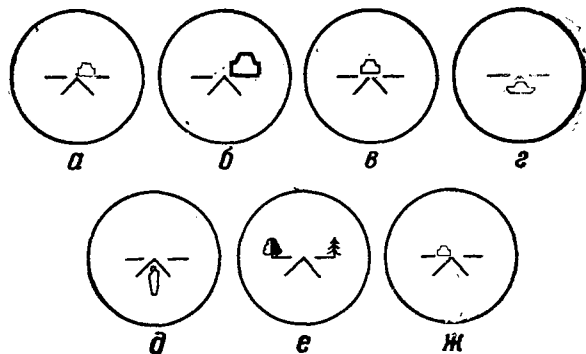

Рис. 78. Определение дальности с помощью прицела ночного видения
1. Средний танк шириной 3,6 м помещается между вершиной угольника и началом штриха (12 тысячных) (рис. 78, а).
2. Средний танк шириной 3,6 м помещается между вершиной угольника и концом штриха (47 тысячных) (рис. 78, б).
3. Средний танк шириной 3,6 м помещается между началами штрихов (24 тысячных) (рис. 78, в).
4. Средний танк длиной 7,5 м помещается в основании угольника (33 тысячных) (рис. 78, г).
5. Бегущая фигура высотой 1,5 м помещается между вершиной и основанием угольника (16 тысячных) (рис. 78, д).
6. Расстояние между двумя предметами, равное 50 м, укладывается между концами штрихов (94 тысячных) (рис. 78, е).
7. Средний танк шириной 3,6 м помещается в половине расстояния между вершиной угольника и началом штриха (6 тысячных) (рис. 78, ж).